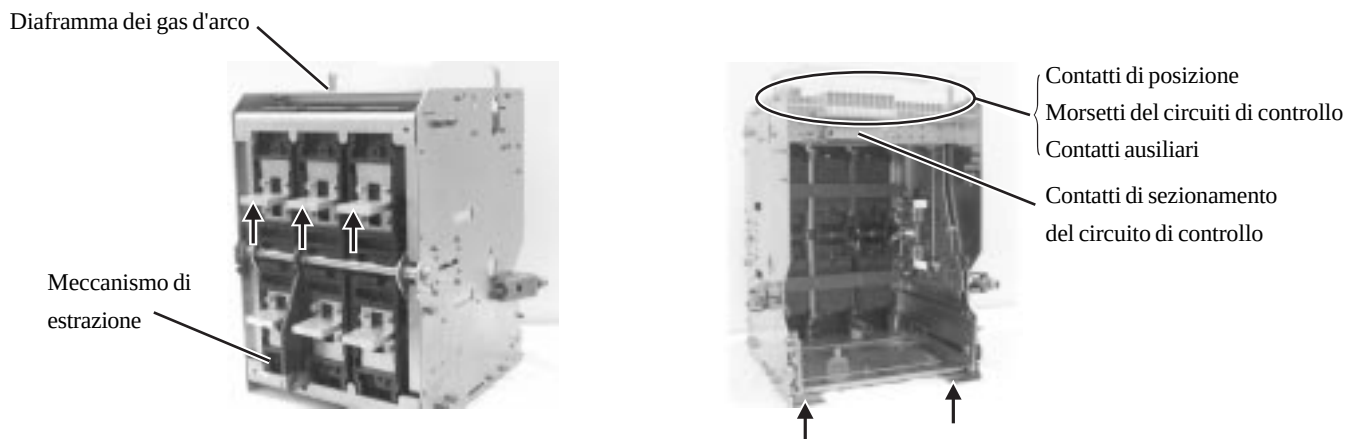
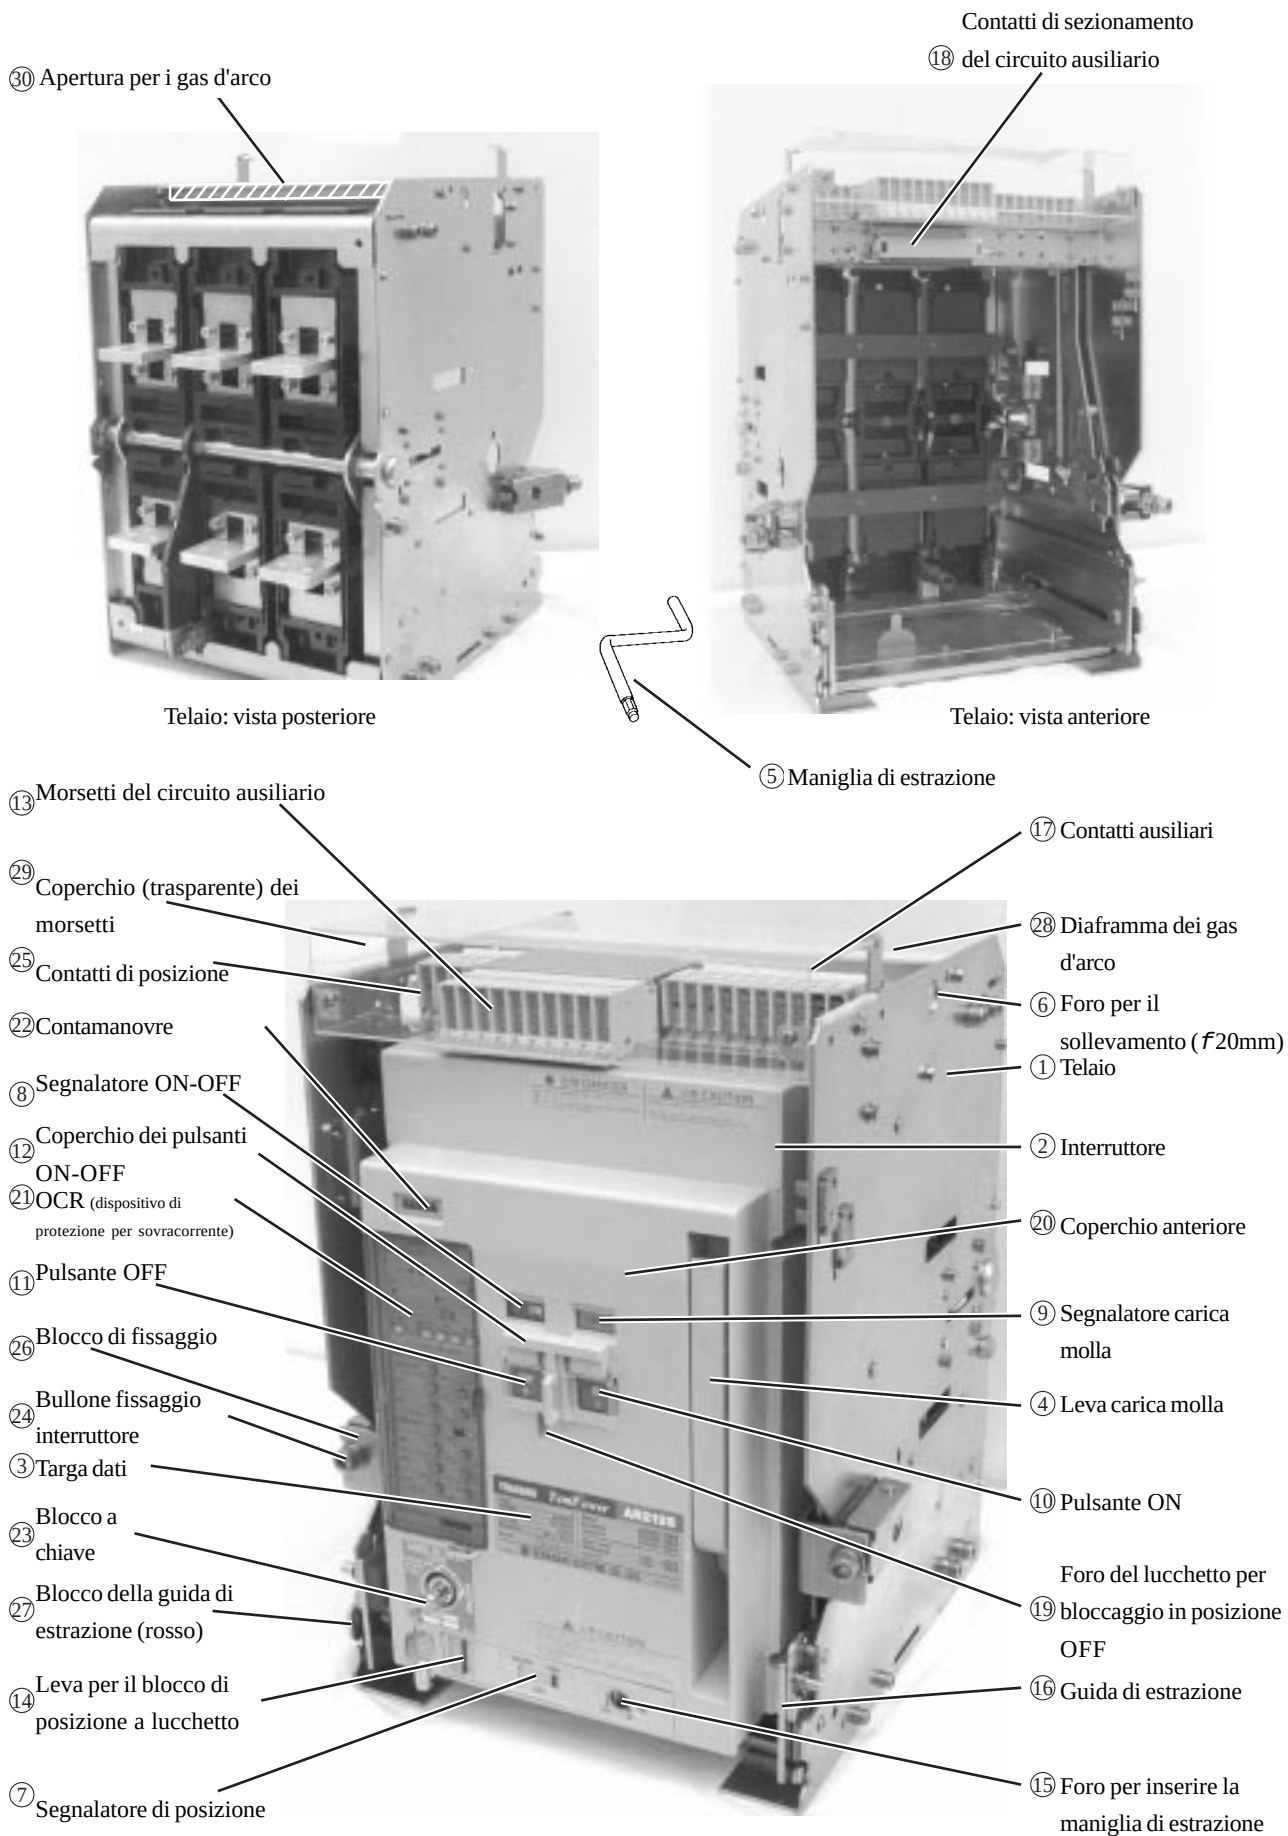

Fig. 2 Telaio
Fig. 3 Struttura generale e definizioni delle singole parti dell'interruttore
- Quando si solleva l'interruttore, tenerlo utilizzando o gli accessori per il sollevamento o funi metalliche passanti per i fori preposti (Fig. 3 ⑥). Assicurarsi che i contatti di posizione (Fig. 3 ②⑤), i morsetti del circuito di controllo (Fig. 3 ⑬), i contatti ausiliari (Fig. 3 ⑰) e il diaframma dei gas d'arco (Fig. 3 ⑳) non siano danneggiati dalle funi per il sollevamento. Sollevare l'interruttore con cura e attenzione.
- Durante lo spostamento, mantenere il telaio utilizzando gli accessori per il sollevamento o funi metalliche passanti per i fori preposti (Fig. 3 ⑥) o trasportarlo tenendolo nei punti evidenziati dalle frecce come mostrato in Fig.2. Durante il trasporto dell'interruttore, assicurarsi di non esercitare forze sul diaframma dei gas d'arco, sul meccanismo
di estrazione, sui contatti di posizione, sui morsetti dei circuiti di controllo, sui contatti ausiliari, sui contatti di sezionamento dei circuiti di comando (vedi Fig.2).